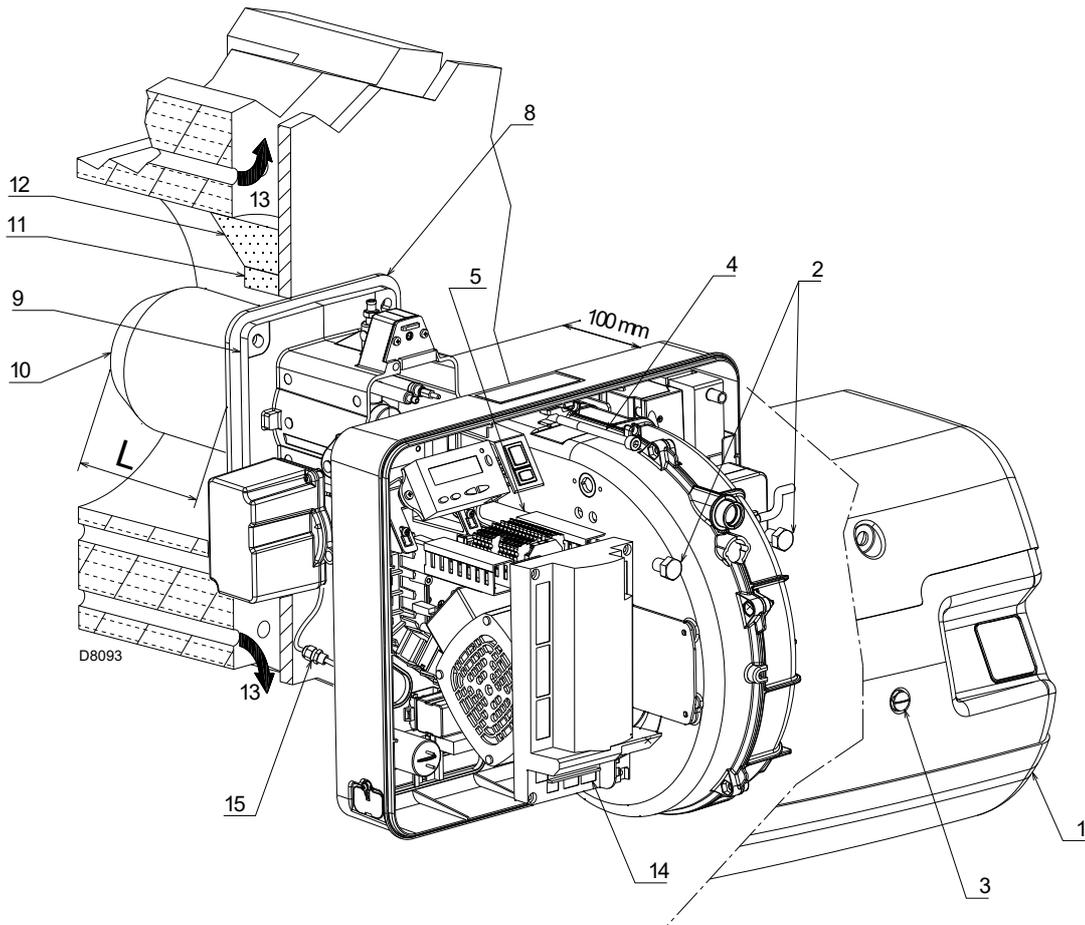

Fig. 17
Pour les chaudières avec circulation de fumées sur l'avant 13)(Fig. 17), réaliser une protection en matériau réfractaire 11), entre réfractaire chaudière 12) et buse 10).
Pour les chaudières dont la partie frontale est refroidie par eau, le revêtement réfractaire 11)-12)(Fig. 17), n'est pas nécessaire, sauf indication expresse du constructeur de la chaudière.
Séparer ensuite la tête de combustion du reste du brûleur, comme dans la Fig. 17; procéder comme suit:
- remonter le brûleur sur les glissières 3) à 100 mm environ du manchon 4) - brûleur dans la position illustrée dans la Fig. 17;
- brancher la fiche du servomoteur 14)(Fig. 17) et visser le passe-câble 15);